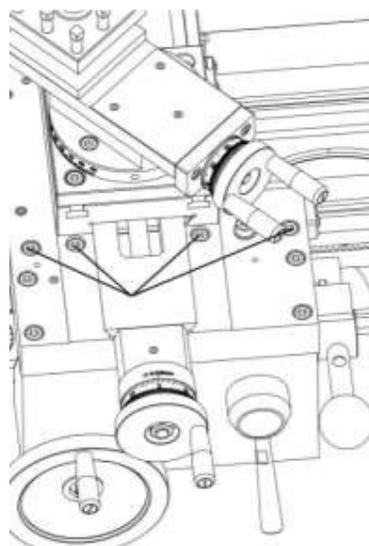

Figure 34.
1. Vérifiez le regard du réservoir d'huile illustré à la Figure 34. Si le niveau d'huile est inférieur à la marque à mi-chemin, continuez avec les étapes suivantes pour ajouter de l'huile.